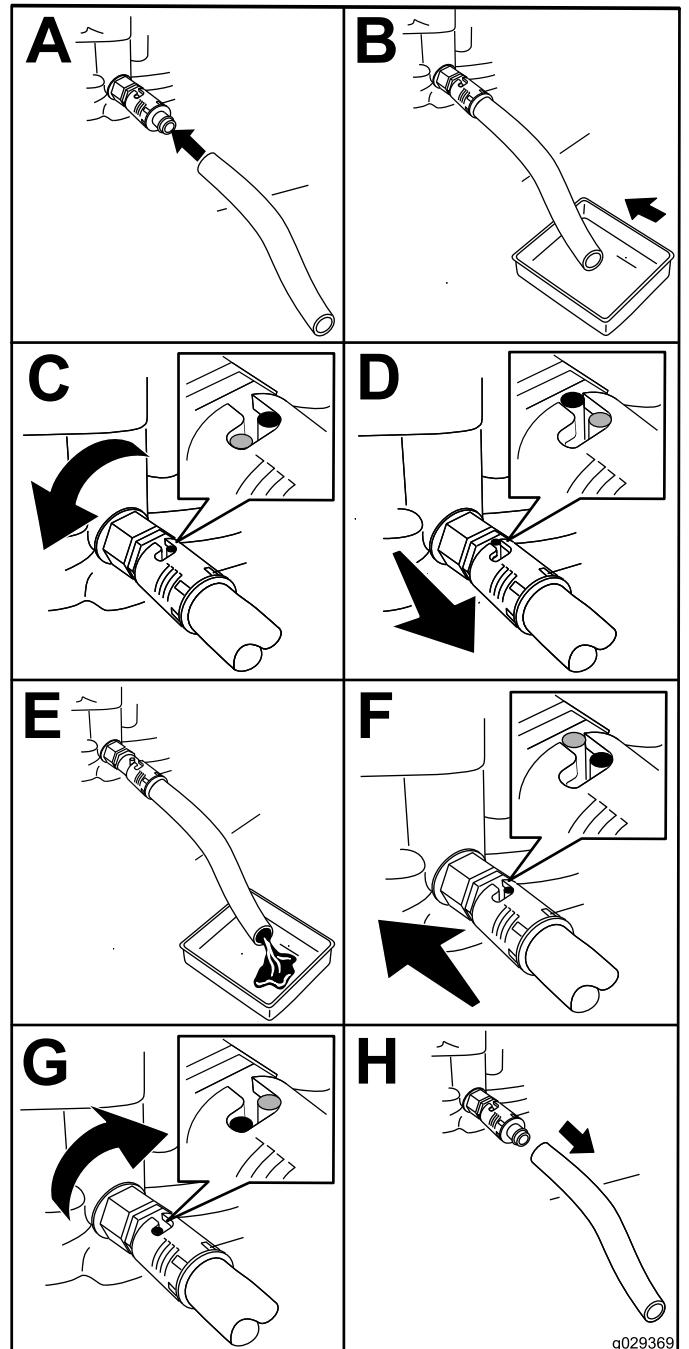

Bild 30
4. Schieben Sie den Ablassschlauch auf das Ablassventil (Bild 30).
5. Stecken Sie das andere Ende des Schlauchs in einen geeigneten Ölbehälter (Bild 30).
6. Drehen Sie das Ölablassventil eine Viertelumdrehung nach links, um das Öl abzulassen (Bild 30).
7. Drehen Sie das Ölablassventil eine Viertelumdrehung nach rechts, wenn das Öl abgelaufen ist, um das Ventil zu schließen (Bild 30).